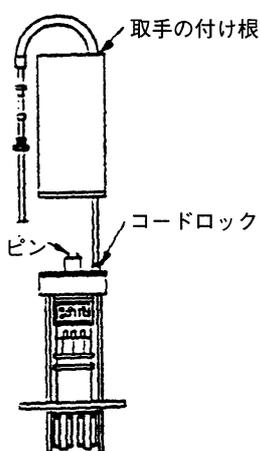

図4-28
- (5) ケースを閉める時は、開ける時と逆の手順でケース取手を持ち、ケーブルを引っ張りながら、蓋をする要領で閉めていきます。
- (6) この時、図4-28のように取手の付け根がコードロック部に合うように向きを合わせます。